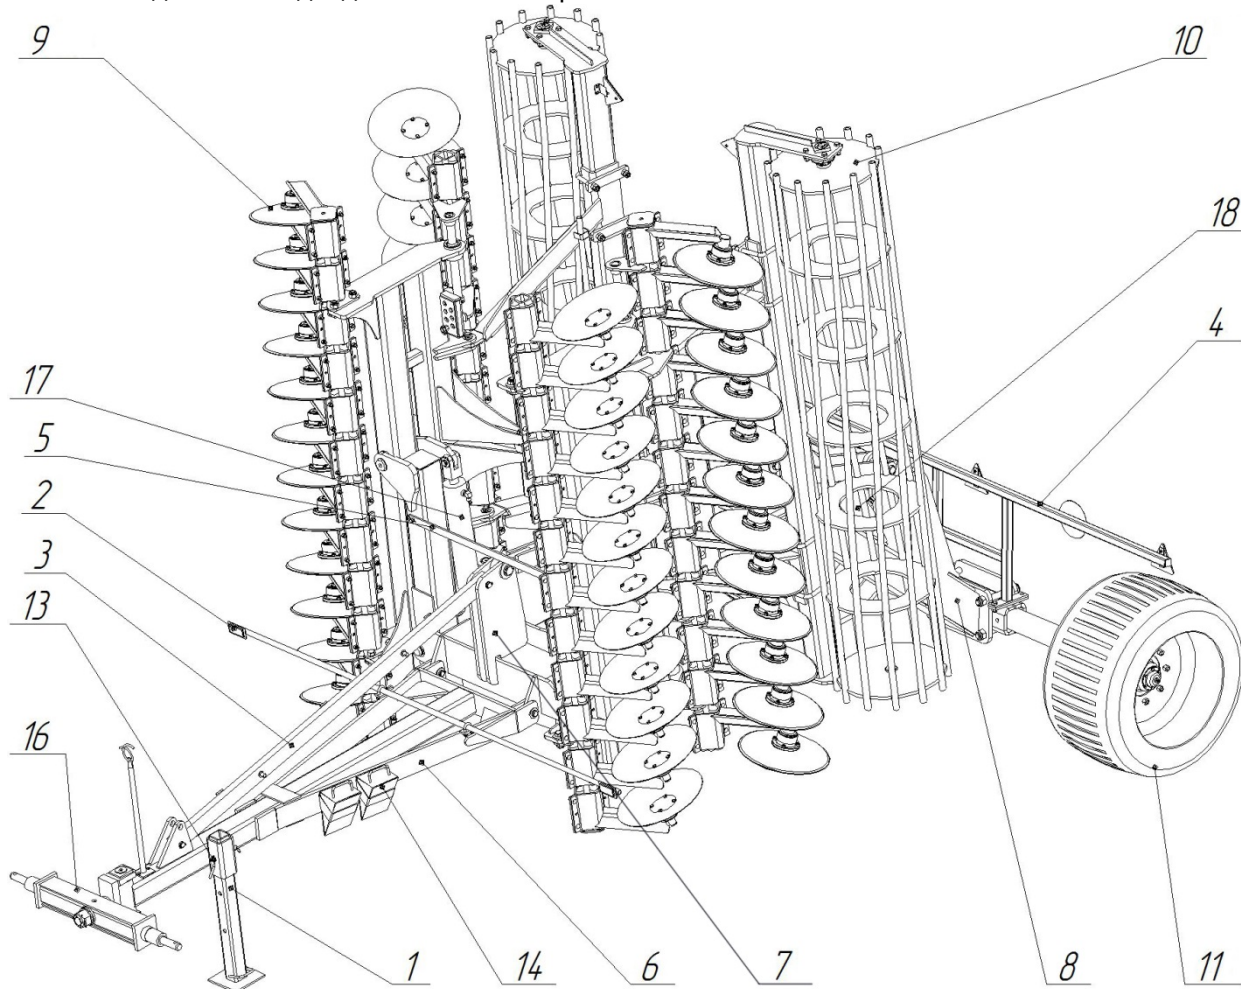

Рисунок 1 –Транспортное положение КДК-5М
Примечание – смотрите рис. 1.
2.3.1 Основным установочным и крепящим узлом культиватора является балка 8 (см. рис. 1). Прицепное устройство (траверса 16) расположено в передней части остова 6. Сзади к балке 8 крепится с помощью фланцев шасси 11. На крылья балки 7 навешиваются секции культиваторные 9 и 10. Крылья с помощью цилиндров 17 имеют возможность поворачиваться на  $\approx 90^\circ$ , выстраиваясь в прямую линию. Стойка 1 обеспечивает устойчивость культиватора в стояночном положении и удерживается на раме с помощью пальца 14. Стяжка 5 является дополнительным фиксирующим устройством, удерживающим крылья в транспортном положении. Цилиндр 18 позволяет регулировать высоту подъема балки 8 относительно почвы.
- сложенное транспортное положение (рис. 1);
- снять стяжку 5, фиксирующую крылья, и установить ее на держатели, находящиеся на кронштейне 3 (рис. 1); зафиксировать шплинтами.
### 2.3.2.2 Складывание в транспортное положение (рисунок 1):
- зафиксировать крылья стяжкой 5. Зафиксировать стяжку шплинтами (рисунок 1).
3.1.8 До начала движения КДК-5М с необходимо проверить закреплены ли крылья стяжкой 5 (рис. 1), а сама стяжка должна быть закреплена шплинтами.
3.2.1 Подвести трактор задним ходом к траверсе 16 (рис. 1) и сцепить КДК-6 с трактором. Поднять стойку 1 вверх, зафиксировав ее пальцем 14.
4.1 Все работы по техническому обслуживанию КДК-5М необходимо производить в рабочем (разложенном) положении, на ровной площадке с установленными под колеса КДК-5М противооткатами 15 и установленной в стояночное положение стойкой 1 (рис. 1).